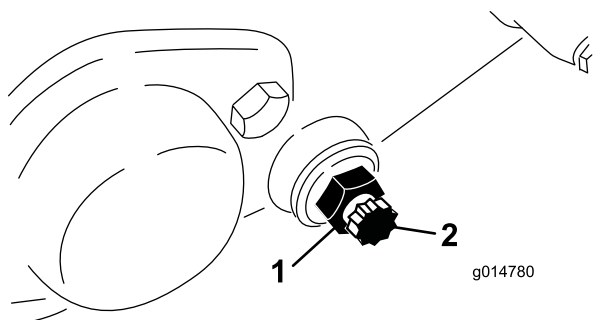

Figura 55
3. Desaperte a porca de bloqueio que segura a cavilha da barra de apoio, em cada um dos lados da máquina (Figura 55).
4. Remova cada uma das cavilhas da barra de apoio, de modo a permitir puxá-la e retirá-la da máquina. Guarde as duas anilhas de nylon e as duas anilhas de aço prensado de cada uma das extremidades da barra de apoio (Figura 55).